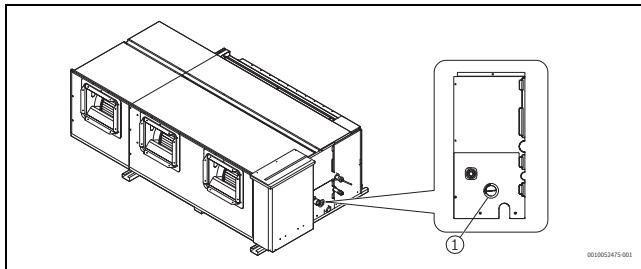

Fig. 27
- Abrir la tapa de prueba de agua (→ fig. 27) del cuerpo de la máquina. Se debe desatornillar durante la prueba de drenaje para comprobar si la bomba de drenaje está encendida y si hay algún problema con la bomba de drenaje.